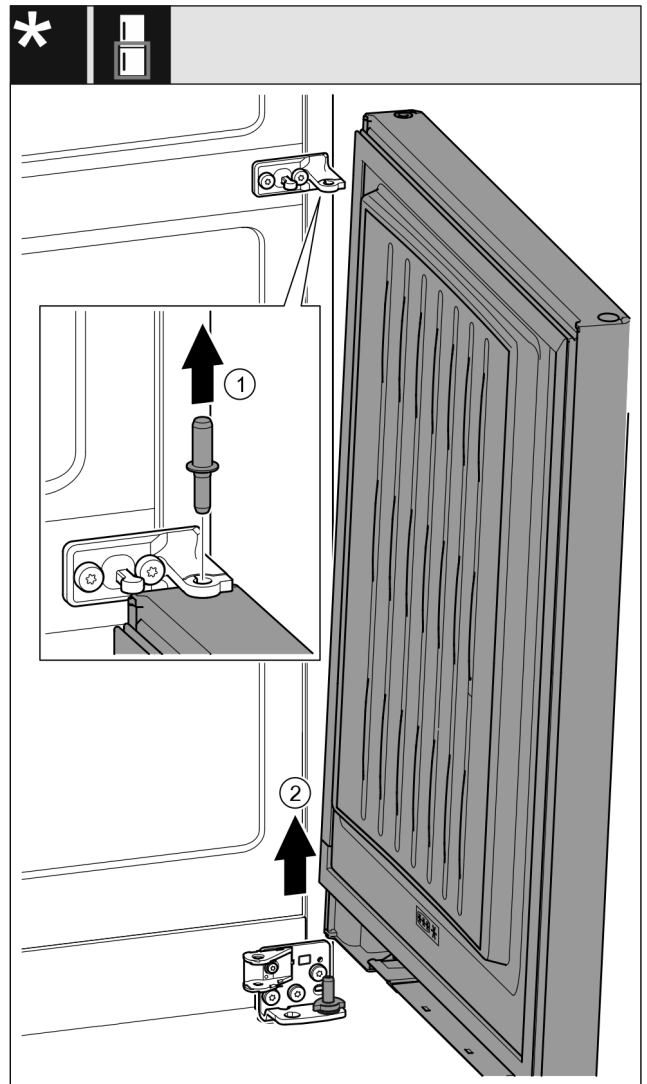

Fig. 22 Із демпфером*
- ▶ Витягніть палець Fig. 22 (1) угору.*
- ▶ Відкрийте дверцята Fig. 22 (2), потягніть їх угору та відкладіть убік.*